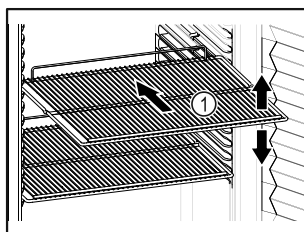

Fig. 58
- ☐ Wenn Abstellroste Fig. 58 (1) versetzbar sind, je nach Höhe anpassen.